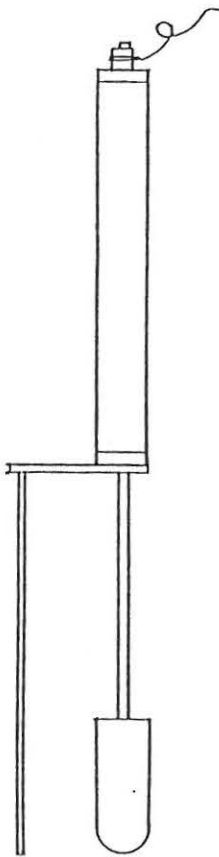

Fig.1
- ⑥ Metal level detector(Fig.1)